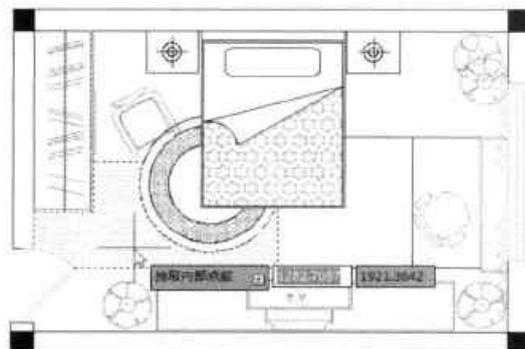

图7-86 填充卧室地面区域
Step20 执行“图案填充”命令，选择一款合适的地板图案，并设置好填充比例，将被划分的一小块区域进行填充，如图 7-86 所示。